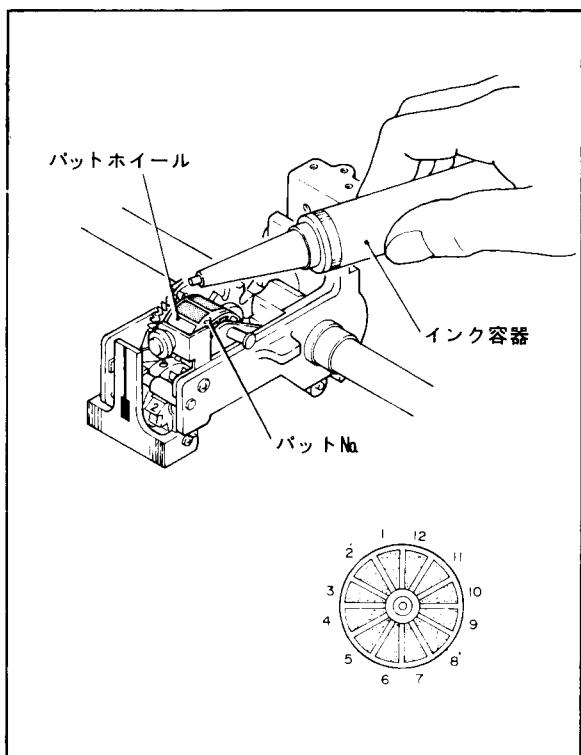

図11-8 インクの注入
(2) 扉を開き内器を引き出します。打点機構にパッドホイールが組み込まれています。
(3) 電源投入(SUPPLYスイッチをON)し、記録スイッチ(RECORD)がOFFの状態で、表11-1に従ってパットNoとインク容器Noを確認しながら、2か所にインクを注入します(図11-8)。
(4) そして、RECORDスイッチをONにし、2回打点させて再びOFFにし、注入を繰り返します。*